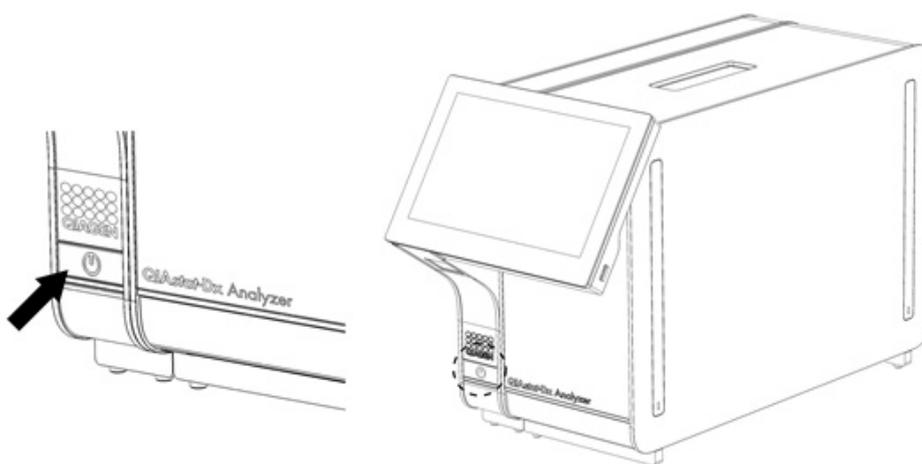

Figura 22 Pressionando o botão LIGAR/DESLIGAR para iniciar o instrumento.
1. Pressione o botão LIGAR/DESLIGAR na parte frontal do QIAstat-Dx Analyzer 2.0 para iniciar a unidade (Figura 22).